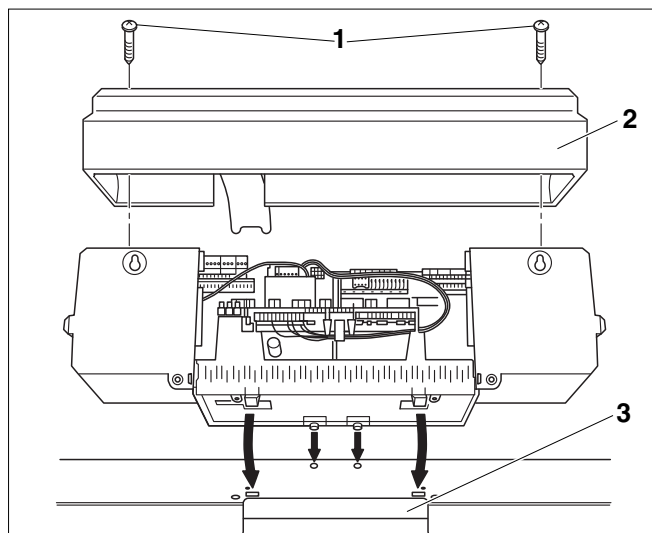

Рис. 15 Открытие и установка системы управления Logamatic 4000
- Выверните оба винта (Рис. 15, поз. 1) сверху из крышки клеммного щитка (Рис. 15, поз. 2) и снимите крышку.
- Слегка наклонив систему управления вперед, установите ее так, чтобы передние крюки вошли в овальные отверстия. Сдвиньте систему управления вперед и отклоните назад до защелкивания обоих упругих крюков справа и слева (по стрелкам - Рис. 15).
- Проведите капиллярные трубки через кабельный проход (Рис. 15, поз. 3) и разверните их на требуемую длину.
- Приверните систему управления двумя винтами сзади справа и слева в кабельном проходе (Рис. 15, поз. 3) к передней крышке котла.